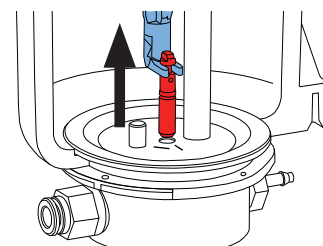

рис. 11
- Дозирующее сопло вытянуть с помощью инструмента (рис. 11)